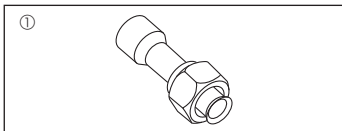

Fig. 1-1
1.6. Acessórios da unidade exterior (Fig. 1-1) (SHW230)